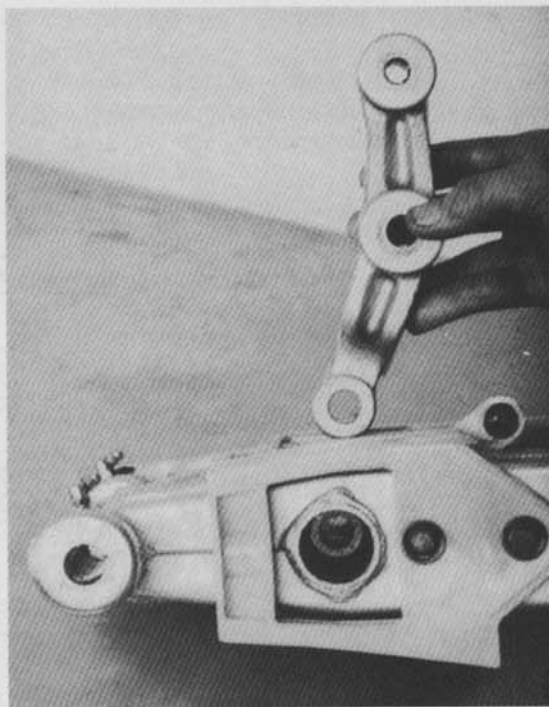

Bild 210
- Einbaulage des Relais-Arms siehe Bild 210. Relais-Arm und Pleuelstange vormontieren und einsetzen.